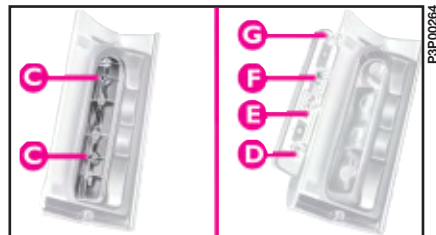

fig. 18
- 3) Draai de twee schroeven **C-fig. 18** los en verwijder het lampenhuis: